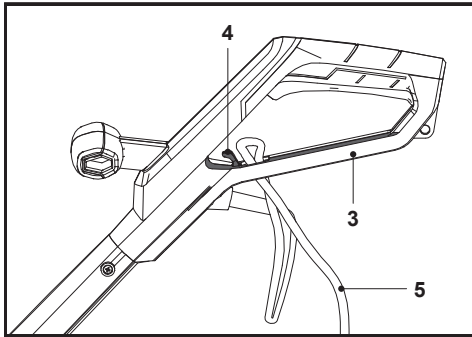

Fig. 4
1. Doble hacia atrás el cable de alimentación (5) unos 60 cm desde la protección, y pase el lazo que ha creado por el orificio de la protección trasera (3) (Fig. 4).